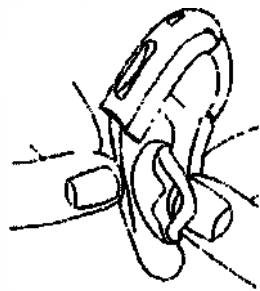

Рисунок 9 – Установка ушного вкладыша в слуховой проход
2.1.4.2 Оттяните вниз мочку уха и слегка вдавите ушной вкладыш в слуховой проход (рисунок 9).